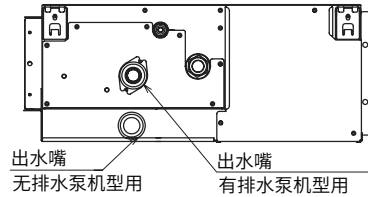

图 9-1
- (1) 排水管的连接位置见图9-1、9-2。
- (2) 准备外径为32mm的聚氯乙烯管。
- (3) 用粘合剂和工厂提供的管箍 ③ 固定聚氯乙烯管到排水管 ⑦ 上，聚氯乙烯排水管向下倾斜度为1/25~1/100。
- (4) 接好排水管后需裹保温材料 ⑧ 。
- (1) 排水管的连接位置见图9-1、9-3。
- (3) 用粘合剂和工厂提供的管箍 ③ 固定聚氯乙烯管到排水管接头上，聚氯乙烯排水管向下倾斜度为1/25~1/100。
- (4) 接好排水管后需裹保温材料 ⑧。
- (5) 如需追加外接排水泵，请与本公司代理商联系，使用本公司指定的型号。